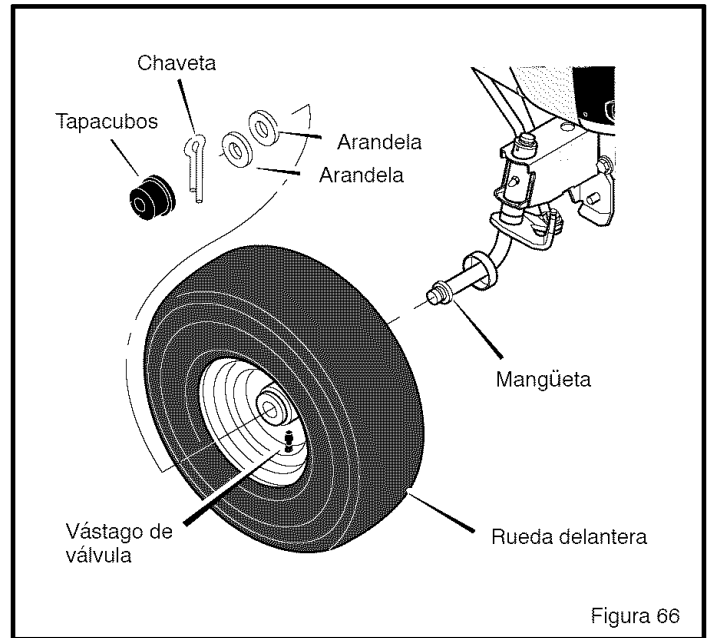

Figura 66
1. El **vástago de válvula** tiene que quedar hacia la parte exterior del tractor. Deslice la **rueda delantera** en la **mangüeta**. (Figura 66).